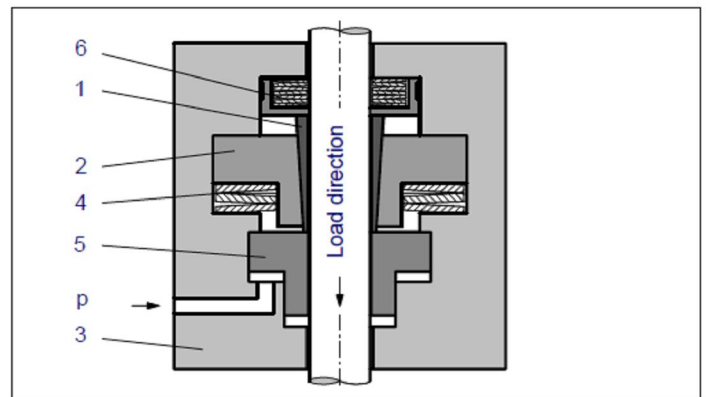

Fig. 1: Structure, clamping released
Fig1과 같이 클램핑 시스템은 원추형 (1)클램프 슬리브와 이를 감싸고 있는 (2)클램프 링으로 구성되어 있다. 전체 클램핑 시스템은 (4)디스크스프링 힘에 저항하여 (3)하우징 내에서 움직일 수 있으며, 해제된 상태에서 (5)원형피스톤이 공압에 의하여 (6)디스크스프링을 밀어 주어 축이 양방향으로 자유롭게 움직일 수 있게 하여준다.
작동하중이 허용하중 M보다 작을 경우 축은 매우 작은 거리인 0.5mm 정도 움직이고 클램핑 링은 스프링 힘V(4)에 의해 원래의 위치에 정지해 있다. ( Fig1 참고)